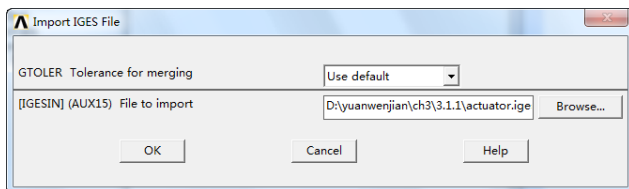

图 3-5 选择“Browse”按钮
③ 打开“Import IGES File”对话框,选择“Browse”按钮,如图 3-5 所示。